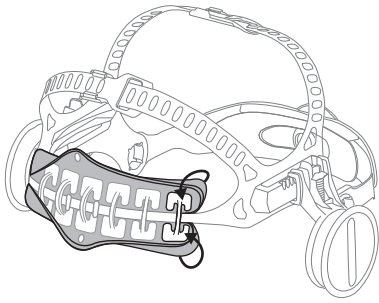

Fig. 11a
- b. Placer les coins du nouveau bandeau antisudation autour du dispositif de retenue (Fig. 11a).